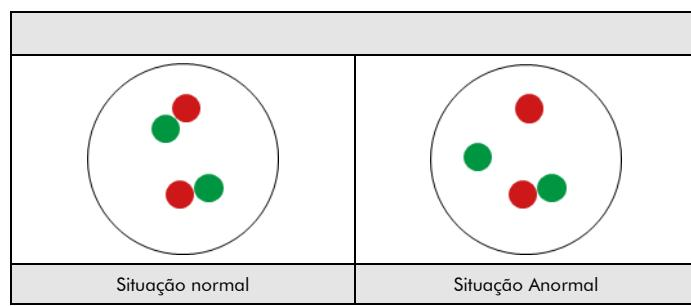

Fig. 2: Resultados esperados em núcleos normais e anormais
**Situação normal:** Nas interfaixas de células normais ou de células sem uma translocação que envolva a região do gene BCL6, aparecem dois sinais de fusão vermelho/verde (ver Fig. 2).
**Situação anormal:** Uma região do gene BCL6 afectada por uma translocação é indicada por um sinal verde distinto em forma de ponto e um sinal vermelho distinto em forma de ponto (ver Fig. 2).